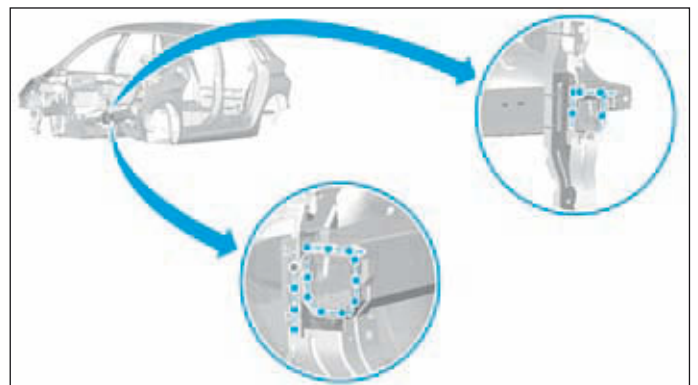

FIG.36
- Préparer les bords d'accostage sur la caisse et les protéger par un apprêt soudable indice «C7» (Fig.36).